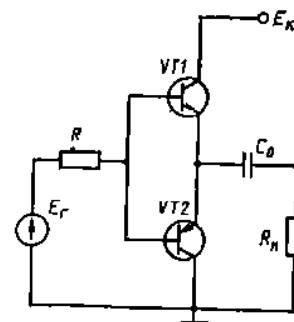

Рис. 3.7
1. Какое максимальное напряжение можно получить на выходе усилителя при напряжении питания $E_k = 10$ В в схеме, приведенной на рис. 3.7. Напряжением насыщения открытого транзистора пренебречь.